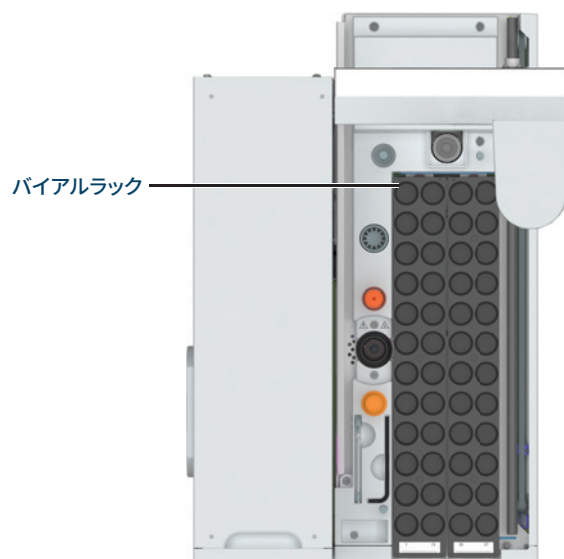

図 12. トレイのバイアル位置（図は 48 バイアルトレイ、120 バイアルトレイも同様）
- 2 必要に応じて、キャップを付けたサンプルバイアルをトレイに配置します。図 12 を参照してください。